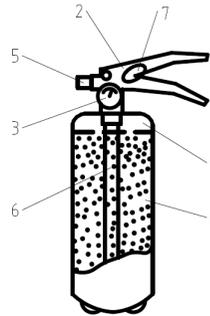

Рисунок 1. Устройство огнетушителя
4.1. Конструкция огнетушителя (рис. 1) состоит из корпуса 1, наполненного огнетушащим веществом (ОТВ) 8,